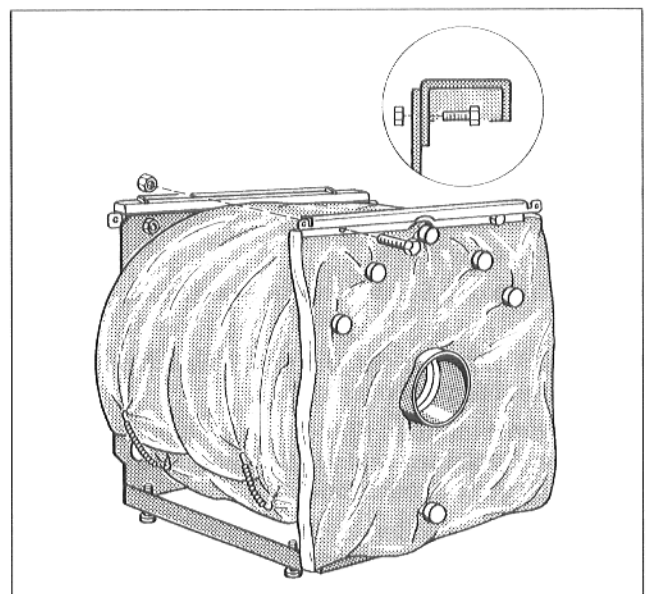

Abb. 8
- Rückwandwärmeschutz so anbringen, daß Kesselanschlüsse und Abgasstutzen frei bleiben (Abb. 8).